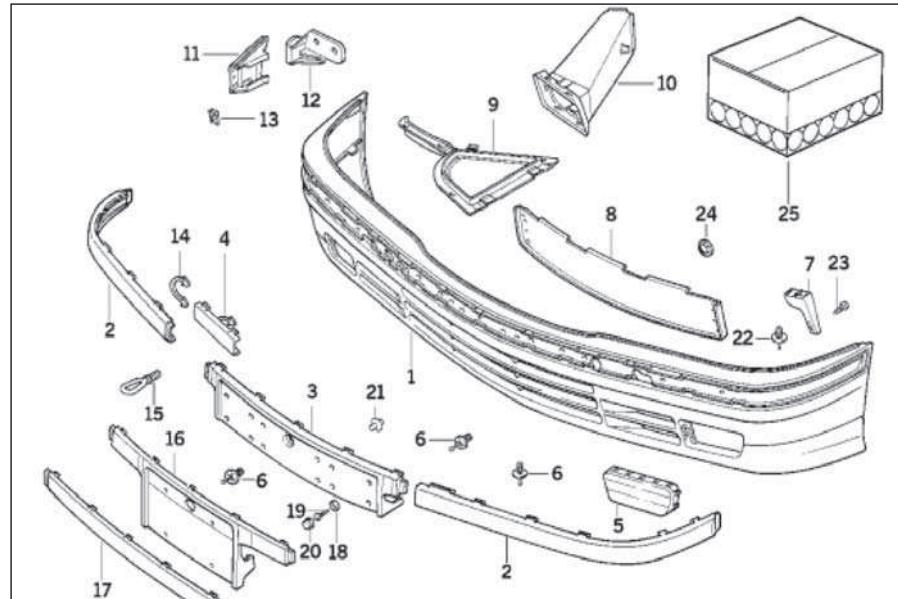
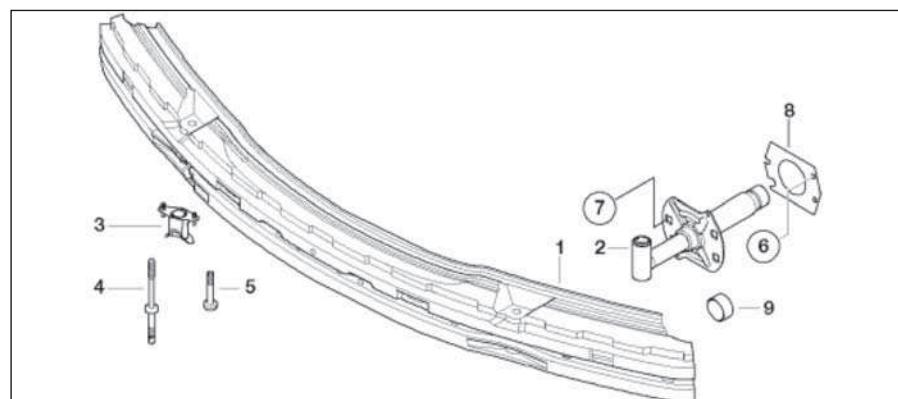

Рис. 20.7. Облицовка переднего бампера:
Рис. 20.8. Балка переднего бампера:
Передний бампер и его облицовка (рис. 20.7) конструктивно выполнены так, что они могут без повреждений выдержать удар на скорости до 4 км/ч. Энергия удара на скорости 15 км/ч поглощается облицовкой, внутренней алюминиевой балкой (1, рис. 20.8) и двумя демпферами (2). Это исключает повреждение кронштейнов опор двигателя и элементов передней подвески. Демпферы закреплены на заклепках и гайках/шпильках передних лонжеронов и легко заменяются.
- Используя приспособление «00.9.321» (фальцовка), отсоединить справа и слева козырек брызговика и оттянуть его немного вперед облицовки (1, см. рис. 20.7) бампера.
- Выставить бампер горизонтально и состыковать ШСы (операцию проводить вдвоем). Установить бампер в боковые направляющие (12, см. рис. 20.7) и дослать его в сторону двигательного отсека.